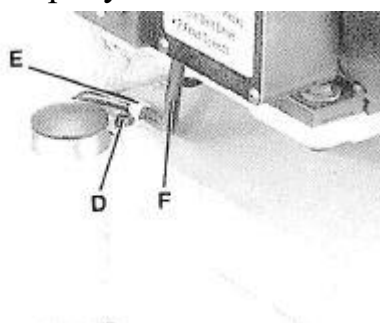

Рис. 14
2. Прикрепите левый угол крышки к верхней части строгального станка, используя оставшийся винт (D), Рис. 14, и зажим для шнура (E). ПРИМЕЧАНИЕ: Шнур двигателя (F) должен быть вставлен и помещен в зажим для шнура, как показано на рисунке.